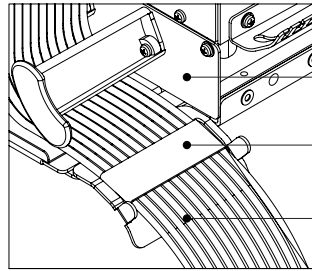

Figura 11A
3. Después de la instalación de todos los cordones, fíjelos en la salida del Sub-rack de Fusión (Sub-Rack número 1) utilizando el Velcro doble cara (ver figura 11A).